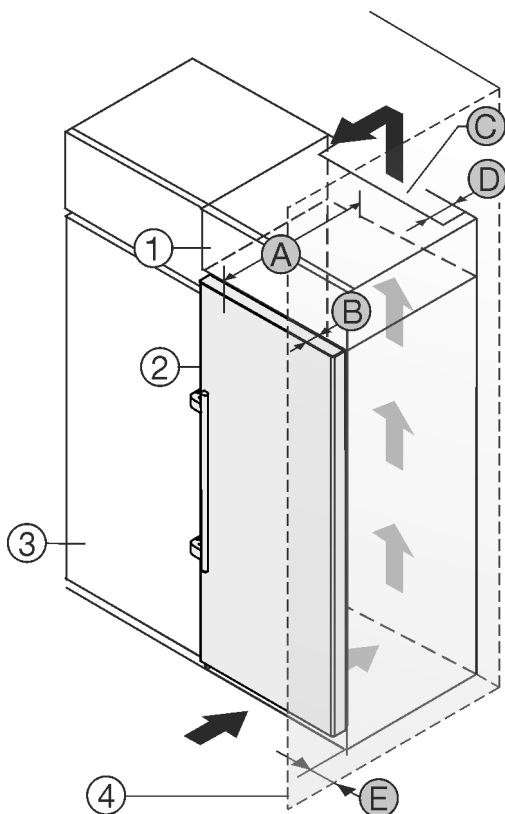

Fig. 2
A készülék közvetlenül a konyhaszekrény Fig. 2 (3) mellé állítható.*
A rátétszekrény hátoldalán egy megadott mélységű Fig. 2 (D) szellőzőaknákat kell kialakítani a rátétszekrény teljes szélességében.*
szetet Fig. 2 (C)*
Ha a készüléket a zsanérjaival a fal Fig. 2 (4) mellé állítja fel, legalább 57 mm távolságot kell tartani a faltól. Ez a fogantyú túlnyúlásának felel meg, amikor kinyitja az ajtót.* Ahhoz, hogy az ajtót teljesen ki tudja nyitni, a készüléknek a konyhaszekrény elülső oldalához képest legalább az ajtó mélységének Fig. 2 (B) megfelelően ki kell állnia. A konyhaszekrények Fig. 2 (3) mélységétől és a fali távtartók használatától függően a készülék nagyobb mértékben is túllóghat előre felé.*